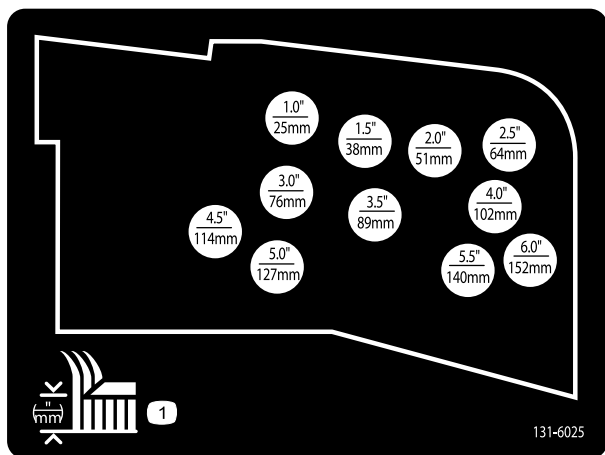

Figura 21
10. Monte as correntes da altura de corte no orifício da altura de corte desejada com o passador de forquilha e perno de gancho (Figura 21).